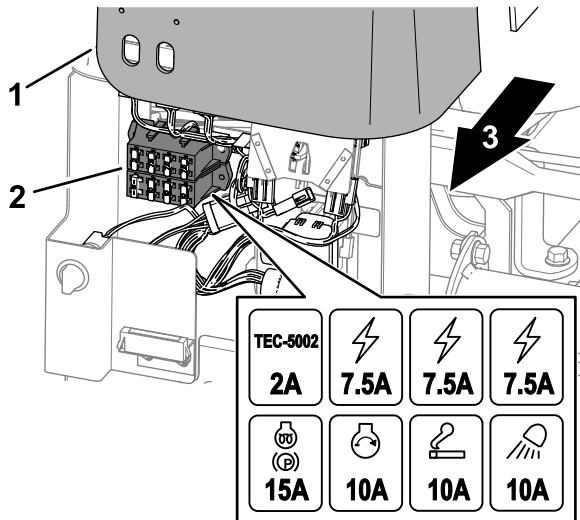

Figura 70
1. Retire la cubierta del brazo de control (Figura 70).